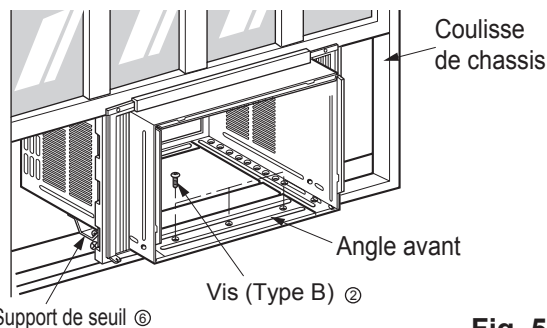

Fig. 5
6. Installez le boîtier avec une inclinaison d'environ 1,27 cm (1/2") vers l'extérieur (Voyez la fig. 5). Réglez l'écrou et le boulon des supports de seuil ⑥ de manière à équilibrer le boîtier.
7. Fixez le boîtier au rebord de fenêtre à l'aide de vis de type B ② (16 mm [2,54cm(5/5\"")]) de long passant à travers de l'angle avant du boîtier et se logeant dans le rebord de fenêtre.
8. Tirez chaque volet d'étanchéité ⑤ entièrement contre chaque coulisse de châssis et répétez l'étape 2. (Fig. 5)